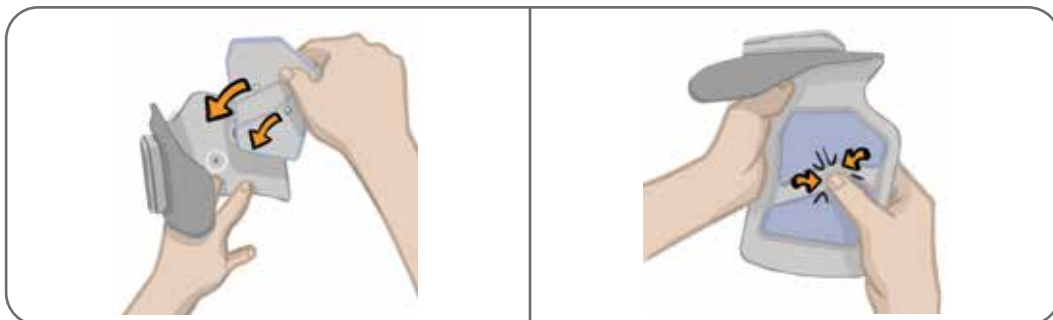

Abbildung 6-4: Ausrichten und Anbringen der Quick-Fit-Elektrode
5. Richten Sie den orangefarbenen und den blauen Druckknopf auf der Quick-Fit-Elektrode an dem orangefarbenen und dem blauen Loch auf der Unterschenkelmanschette aus. Siehe Abbildung 6-4.
6. Drücken Sie nun kräftig, bis die Quick-Fit-Elektrode sicher in die Unterschenkelmanschette eingerastet ist. Siehe Abbildung 6-4.